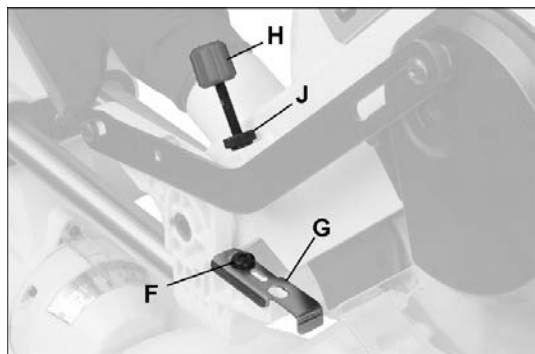

Рис. 6-8
- Ослабьте винт (F, Рис. 6-8) и сдвиньте планку (G) наружу. Снова затяните винт.
- Удерживая пильную голову в этом положении, закручивайте стопорный винт (H) до тех пор, пока он не коснется планки (G).
- Для завершения регулировки закрутите гайку с накаткой (J) до упора в корпус.